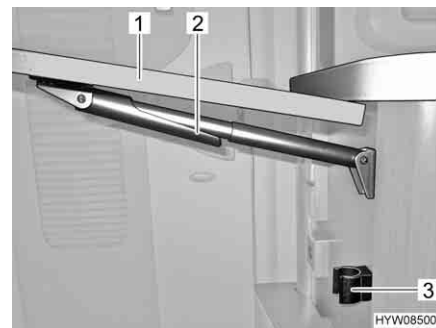

Fig. 55 Chiusura del tavolo ribaltabile su bancone
- Afferrare il tavolo ribaltabile su bancone (Fig. 55,1) sull'esterno e sollevarlo leggermente. Con l'altra mano ruotare e abbassare il dispositivo di fissaggio (Fig. 55,2) sul supporto telescopico.
- Orientare il piano del tavolo verso il basso, finché il supporto telescopico non ingrana nel supporto (Fig. 55,3).